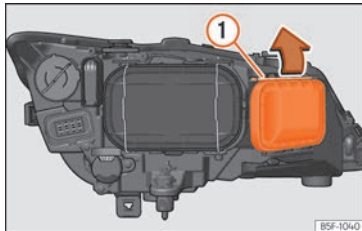

Fig. 59 Lámpara de luz de carretera.
- Desplace el tirante »» **fig. 59** ① en el sentido de la flecha y saque la tapa.